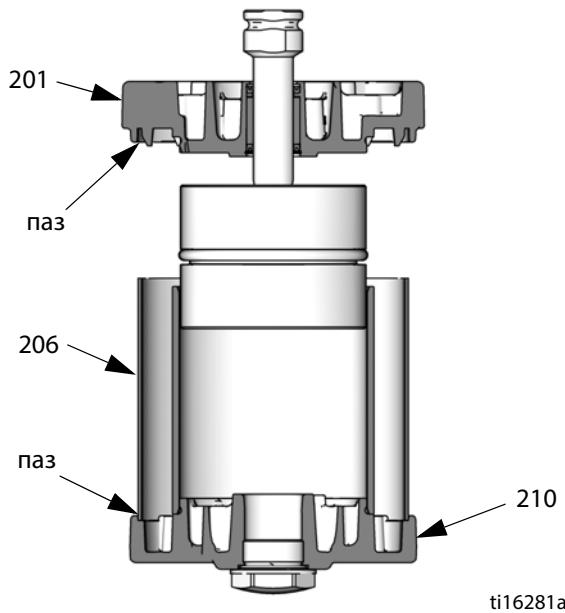

Рис. 15. Выравнивание защитного экрана по пазам на крышках
5. Нанесите смазку на уплотнительное кольцо (202*) и установите его на нижнюю крышку (201).
6. Осторожно вставьте резьбовой конец штока (218) в нижнюю крышку (201).
7. Нанесите на резьбу штока (218) клей 16G561. Навинтите на шток поршень (219). Зажмите поршень в тисках с губками из мягкого металла и затяните его с усилием 35–40 футофунтов (47–54 Н·м).
8. Нанесите смазку на уплотнительное кольцо (204*) и установите его на поршень (219).
9. См. Рис. 15. Осторожно поместите поршень и нижнюю крышку в сборе на цилиндр (205), вставив поршень (219) в цилиндр. Поверхности коллектора на верхней и нижней крышках должны располагаться на одной линии. Удостоверьтесь в том, что защитный экран (206) находится в пазах верхней и нижней крышек.